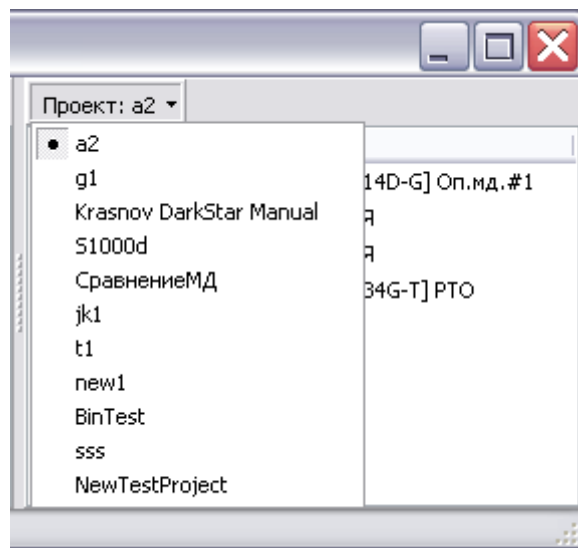

Рис. 4.12
5. В правом окне выберите проект, в который будет помещен восстановленный объект. Для этого нажмите на кнопку  и выберите проект из списка (Рис. 4.12).